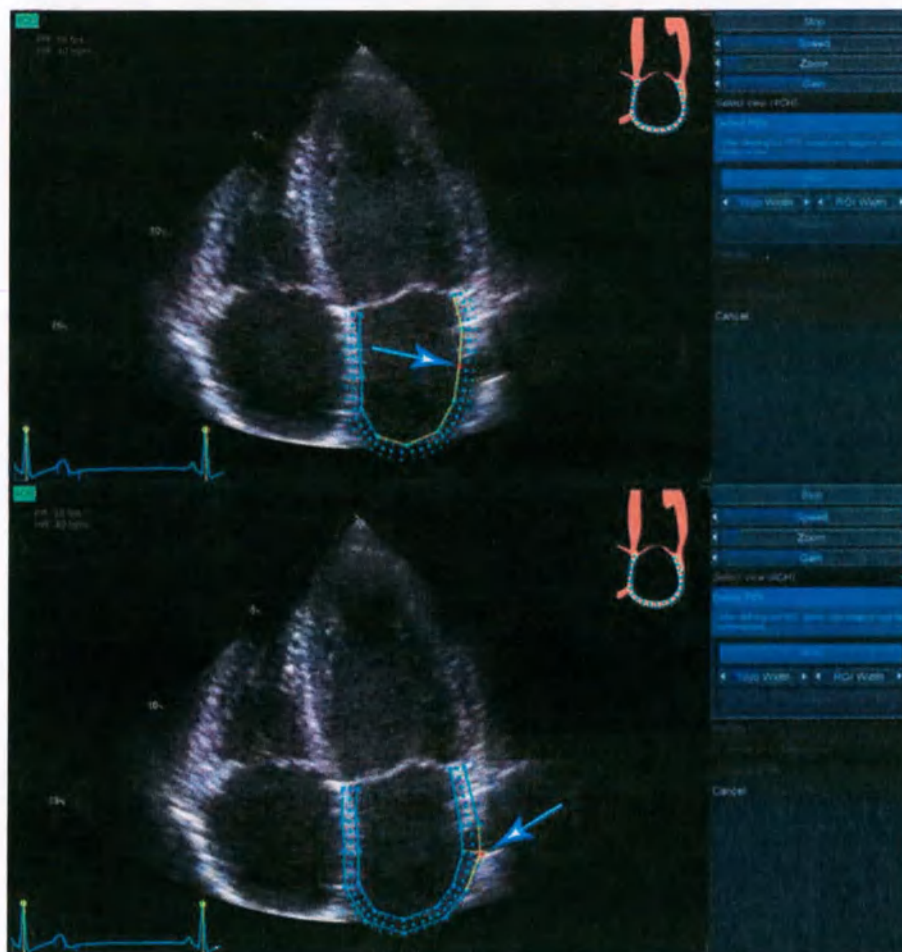

Рис. 7-30. Опции редактирования ИО
- Нажмите и перетащите (или нажмите, переместите мышью и отпустите кнопку) эндокардиальную часть ИО. Редактирование эндокарда изменяет всю ИО (см. Рис. 7-30, верхняя часть).
- Нажмите и перетащите (или нажмите, переместите мышью и отпустите кнопку) точки привязки в эпикардиальной ИО (высвечиваются красным при наведении курсора мыши). Редактирование эпикарда изменяет только эпикардиальную часть (см. Рис. 7-30, нижняя часть).